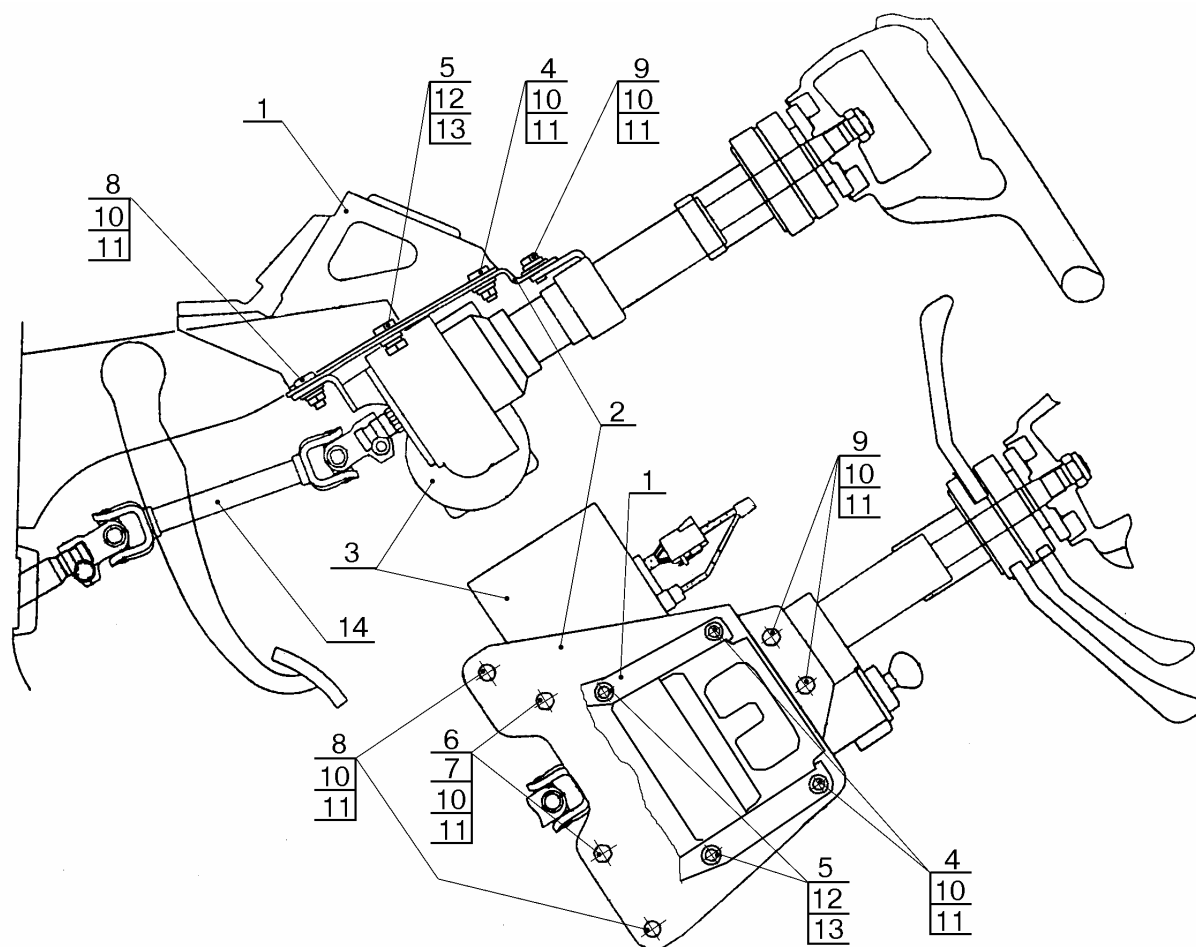

Рис.2 Установка ЭУРУ:
2.7 Установить ЭУРУ на автомобиль согласно рис.2.
<p>2.14 Включить зажигание и запустить двигатель. Поворачивая рулевое колесо поочередно в обе стороны убедиться в работоспособности ЭУРУ.</p> <p>2.15 Предъявить автомобиль ОТК. ОТК проверить автомобиль согласно п.2.14.</p> <p>3 При возникновении неисправности электроусилителя для его замены выполнить следующие операции.</p> <p>3.1 Выполнить операции по пп.2.2.1-2.2.4.</p> <p>3.2 Отсоединить колодки жгута ЭУРУ от электроусилителя.</p> <p>3.3 Отвернуть и вынуть стяжной болт крепления верхнего конца промежуточного вала 14, рис.2, рулевого управления (ключ гаечный 13 ГОСТ 2839-80 и ключ кольцевой 13 ГОСТ 2906-80).</p> <p>3.4 Отвернуть два болта 9 и две гайки 8 крепления электроусилителя 3 к кронштейну 2 и снять электроусилитель (инструмент по п.2.7.5).</p> <p>3.5 Установить электроусилитель 3 на кронштейн 2 и закрепить промежуточный вал 14 на шлицевой части вала электроусилителя, предварительно надев на стяжной болт клемму провода массы. При этом стяжной болт промежуточного вала должен находиться в канавке вала электроусилителя. Момент затяжки гайки стяжного болта 23...28 Н.м (2,3...2,8 кгс.м) (инструмент по п.2.7.3).</p> <p>3.6 Закрепить электроусилитель 3 на кронштейне 2 гайками 8 и болтами 9 с шайбами 10, 11 (инструмент по п.2.7.5).</p> <p>3.7 Присоединить колодки жгута ЭУРУ к электроусилителю.</p> <p>3.8 Выполнить операции по пп.2.10-2.12.</p> <p>4 Предъявить автомобиль ОТК. ОТК проверить автомобиль согласно п.2.14.</p>